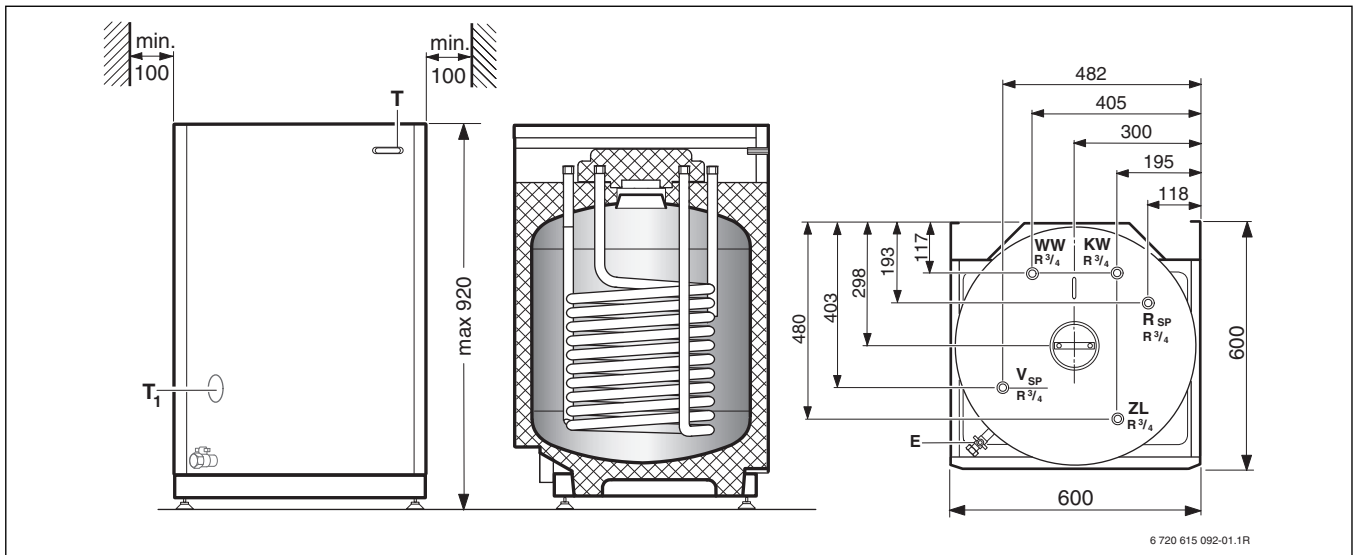
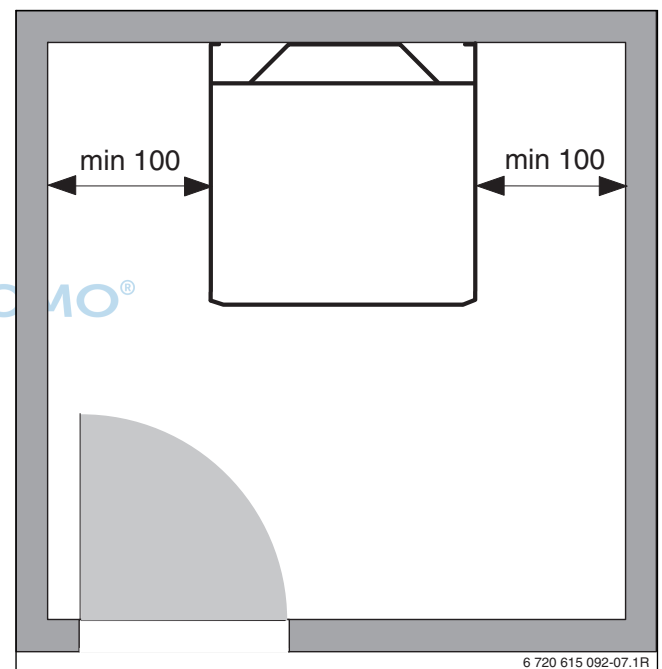

Bild 2
Bild 3 Empfohlene Mindest-Wandabstandsmaße
- ▶ Seitlich ≥ 100 mm Abstand zu Wänden oder Schränken einhalten, → Bild 3 auf Seite 5.
- ▶ Wenn der seitliche Mindestwandabstand unterschritten wird, ist der Betrieb nur ohne Sichtblende (17) zulässig.
- ▶ Speicher mit den Stellfüßen senkrecht ausrichten (→ Bild 2 auf Seite 5).